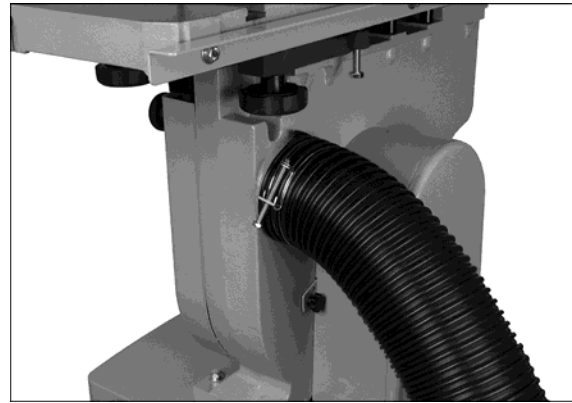

Рис. 38.
1. Прикрутите два крюкообразных держателя углового упора (HP3-B) к боковой стороне тумбы с помощью двух болтов с полукруглой головкой M8x16 (HP3-E) и двух шестигранных гаек с фланцем M8 (HP3-F). Установите держатели под углом, как показано на Рис. 38. Угловой упор можно хранить, разместив его на этих держателях.
См. Рис. 38.